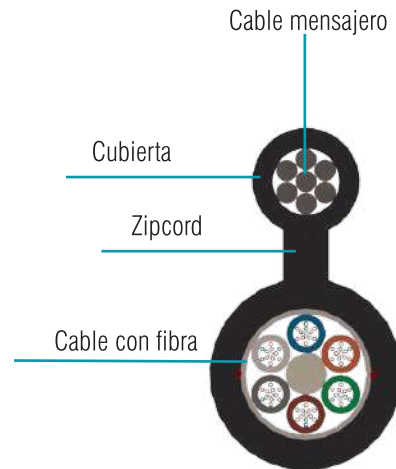

Imagen 8: Estructura de cable
2.- Corte: Corte el mensajero a 60 cm del la cubierta del cable con unas cizallas o unas pinzas de corte (imagen 8 y 9)